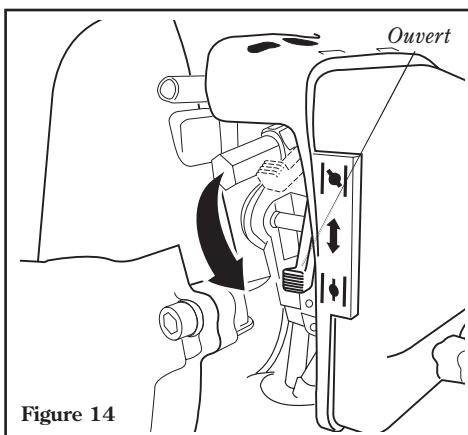

Figure 14
5. Quand le moteur démarre, abaisser lentement le levier de starter dans la position « OUVERT ». Voir Figure 14. (Si le moteur arrête après le premier démarrage, fermer le starter et recommencer.)
3. Ouvrir le starter (Figure 14) et appuyer complètement sur le levier d'accélération de la main gauche, puis tirer rapidement sur la poignée du lanceur de la main droite pour évacuer l'excédent de carburant de la chambre de combustion.